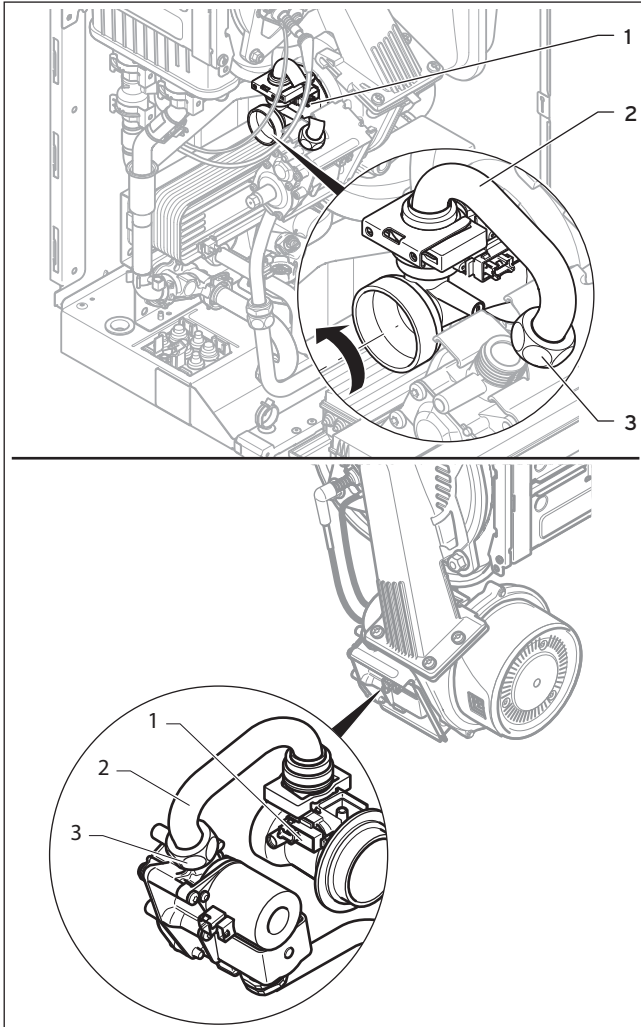

Abb. 2.1 Venturi und Massenströmsensor austauschen
- Ziehen Sie den Stecker am Sensor des Venturis (1, Abb. 2.1) ab, indem Sie die Rastnasen eindrücken.
- Schrauben Sie die Überwurfmutter (3) des Gasverbindungsrohres (2) an der Gasarmatur los.